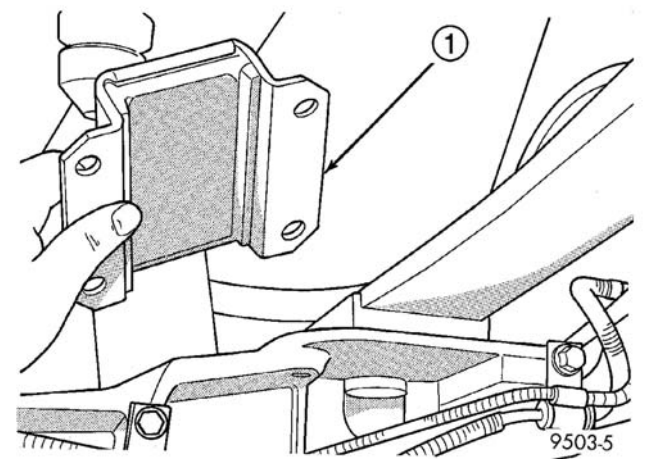

图 34 板簧挡板
- (6) 从后桥和板簧上卸下板簧挡板（图 34）。
- (7) 使用支承架缓慢降下后桥，让后簧自由悬挂。